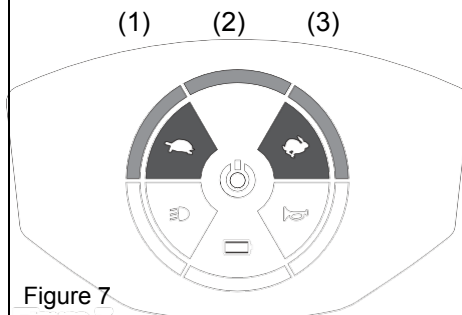

Figure 7
- Il existe 3 vitesses de réglage différentes, de la plus rapide 3>2>1 à la plus lente (figure 7).